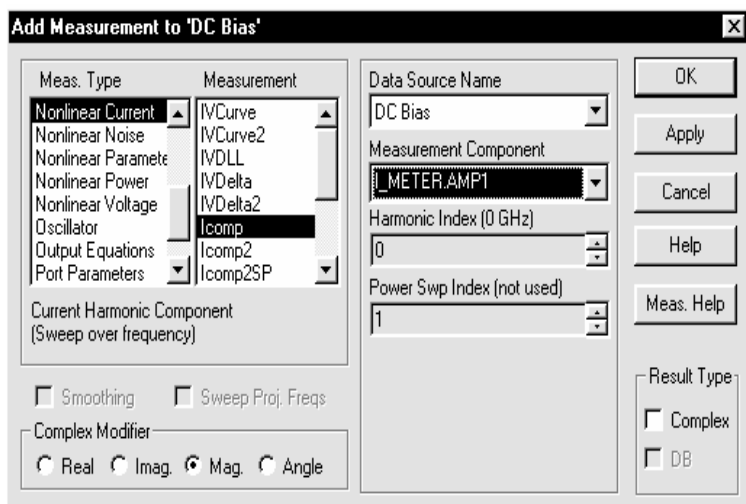

Рис. 3.7
4. Щёлкните правой кнопкой мышки по подгруппе **DC BIAS** в группе **Graphs** в окне просмотра проекта и выберите **Add Measurement** во всплывающем меню. Откроется диалоговое окно **Add Measurement** (Рис. 3.7).